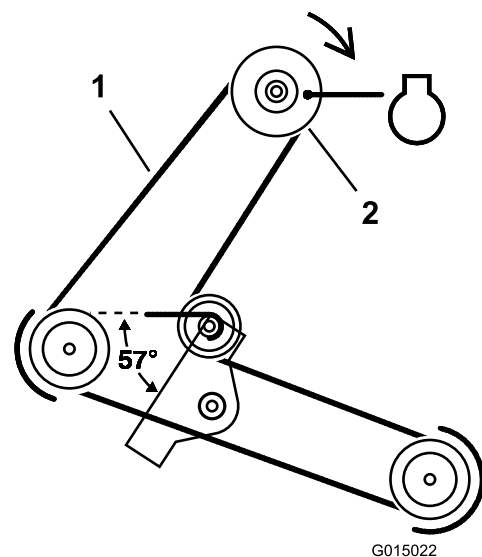

Bild 32
5. Nehmen Sie den Mähwerkriemen von der elektromagnetischen Kupplungsriemenscheibe ab (Bild 32).
- Montieren Sie den Mähwerkriemen auf der elektromagnetischen Kupplungsriemenscheibe (Bild 32).